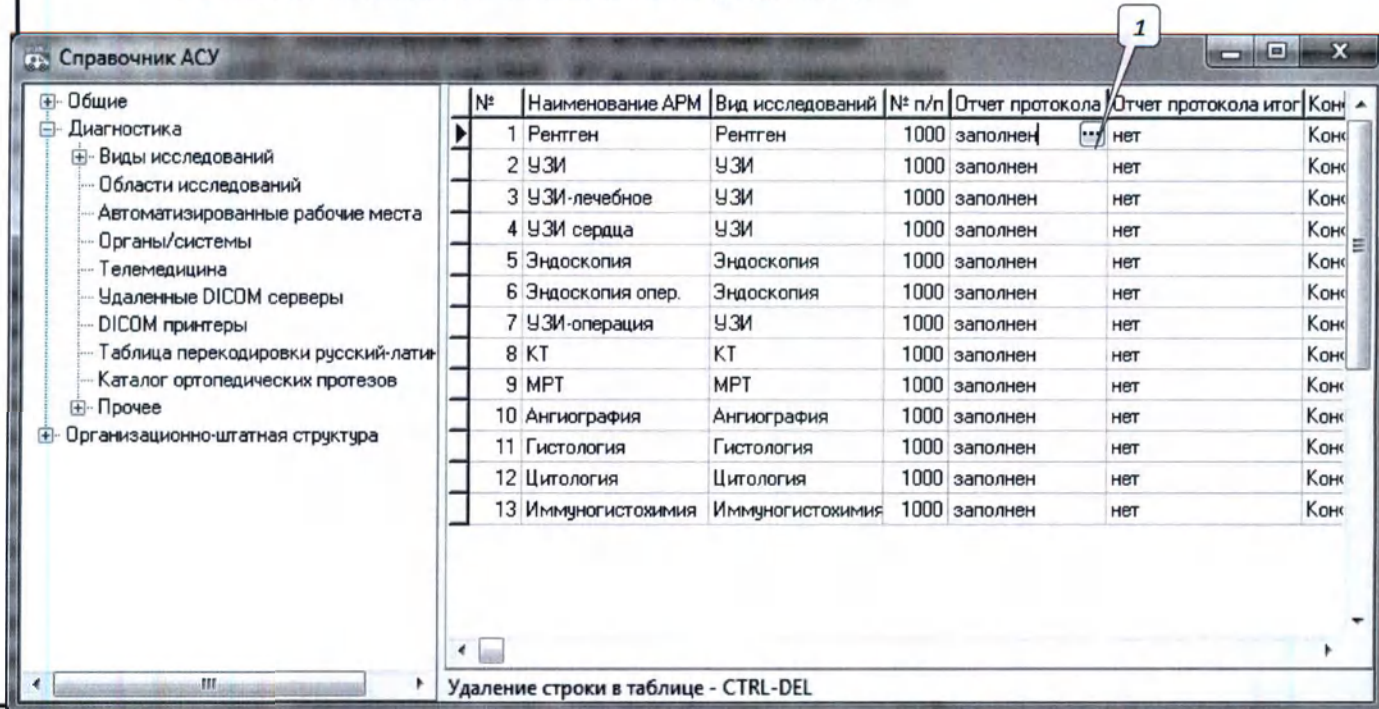
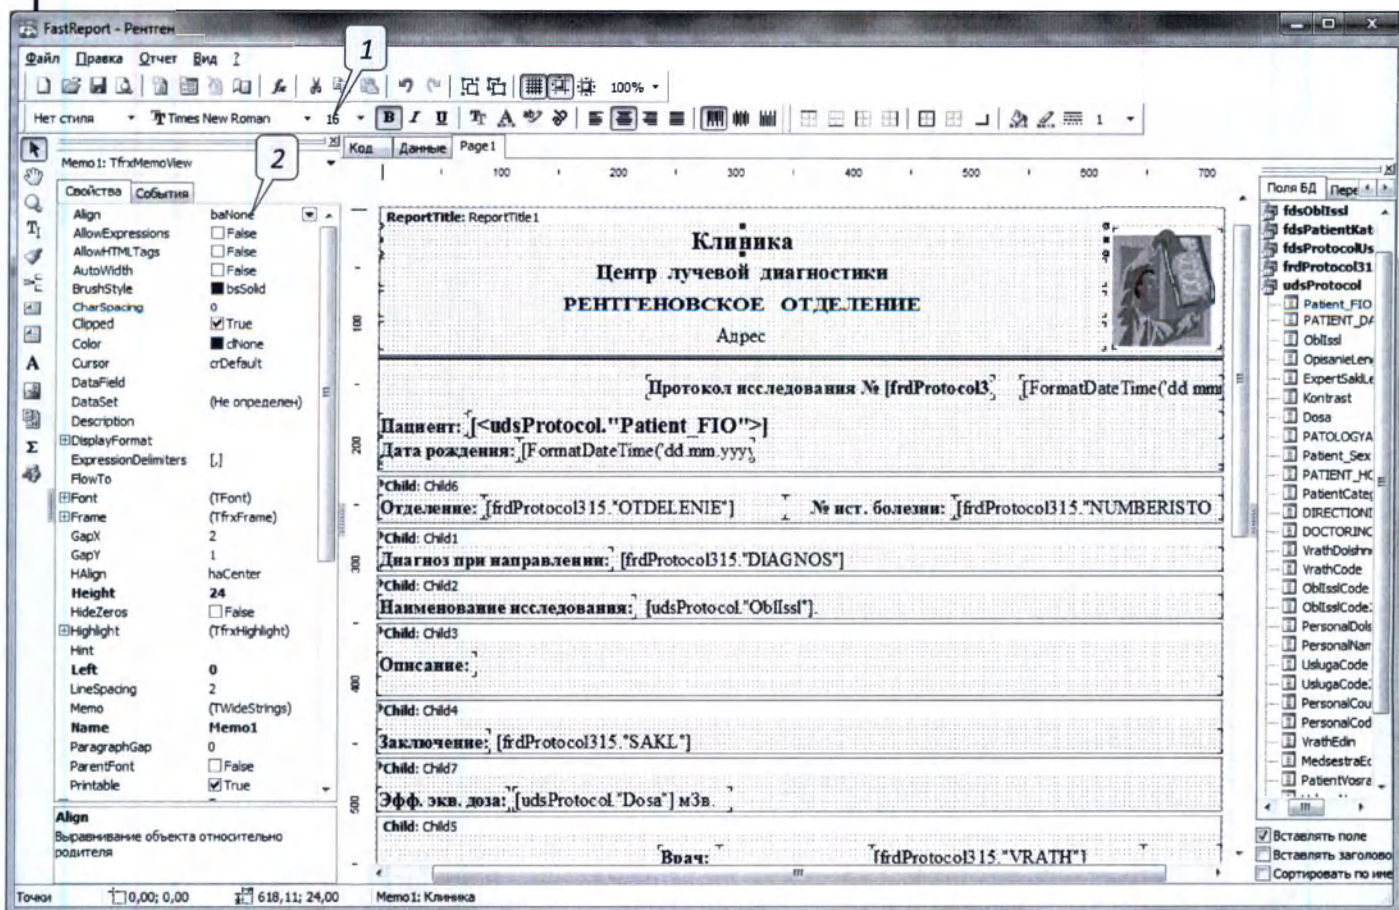

Рис. 4.47. Окно «Справочник АСУ». Раздел «Автоматизированные рабочие места».
Рис. 4.48. Окно «FastReport» с редактором шаблона печати протокола.
- Развернуть на левой панели раздел «Диагностика» и выбрать раздел «Автоматизированные рабочие места». При этом на правой половине окна появится таблица со списком АРМ (рис. 4.47).
- В таблице со списком АРМ выбрать нужную строку и кликнуть левой кнопкой мыши по слову «заполнен» в колонке «Отчёт протокола». Справа появится кнопка (сноска 1, рис. 4.47), при нажатии на которую появится окно редактора «FastReport» с загруженным шаблоном печати протокола исследования (рис. 4.48).
- Выравнивание, перемещение полей, изменение их размеров осуществляется с помощью мыши. При этом нужно иметь в виду, что возможно автоматическое выравнивание полей при установке на панели «Свойства» значения «Align», отличного от «baNone» (сноска 2, рис. 4.48).
- Изменение шрифта выбранного поля осуществляется с помощью соответствующих компонентов на верхней панели (сноска 1, рис. 4.48).
- Для оперативного просмотра внешнего вида протокола исследования перед печатью, нужно нажать кнопку «Предварительный просмотр» (сноска 3, рис. 4.48). При этом окно «Справочник АСУ» должно быть открыто из протокола исследования (сноска 9, рис. 4.10), заполненного необходимой информацией.